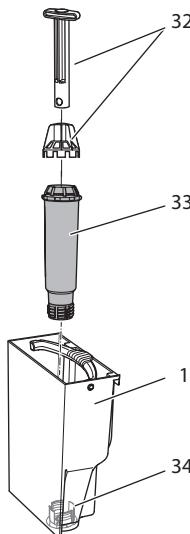

Fig. 19: Vissage/dévisseage du filtre à eau
- Retirer la cartouche filtrante à eau (voir Fig. 19 à la page 78).
9. Mettre un nouveau filtre en place dans le réservoir d'eau (voir Fig. 19).
3. Retirer le filtre à eau (voir Fig. 19).